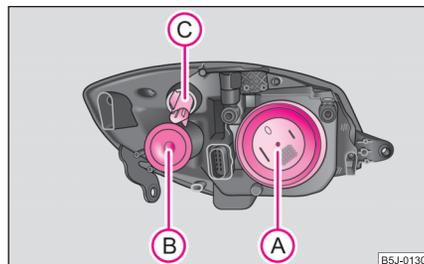

Fig. 184 Faros delanteros: Posición de montaje de las bombillas
Posiciones de las bombillas en el faro delantero ⇒ fig. 184.
- Quitar la caperuza protectora **(A)** ⇒ página 220, fig. 184.
- Girar el portalámparas **(C)** hacia izquierda ⇒ página 220, fig. 184 y sacar el portalámparas junto con la bombilla.
- Quitar la caperuza protectora **(B)** ⇒ página 220, fig. 184.